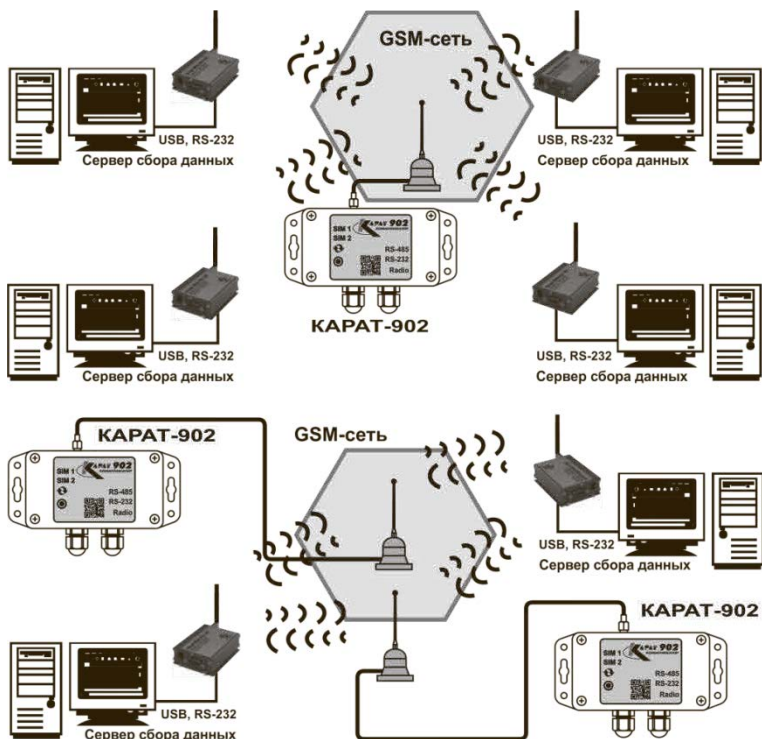

Рисунок 4 – Варианты применения коммуникаторов при организации верхнего уровня АССПД
- **свободная архитектура верхнего уровня системы.** В процессе работы системы данные от одних и тех же источников могут передаваться различным пользователям, рисунок 4.